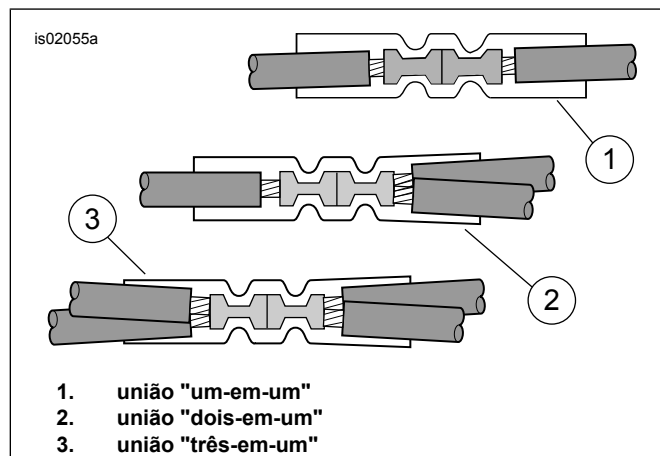

Figura 22. Configurações de emenda
3. Ver Figura 22 . A configuração da emenda “dois-em-um”. Retire do kit um conector de junção selada de cor **vermelho** (ver Figura 34 , item 4). Ligue o fio preto do transmissor do sistema de abertura de porta de garagem aos fios **pretos** do farol dianteiro. Descarne o chicote de fios do transmissor para facilitar a união.
- a. Ligue os fios às extremidades da cobertura selada do chicote de ligações elétricas conforme necessário. Se o chicote de ligações elétricas já tiver sido emendado anteriormente durante a instalação de qualquer acessório, corte as ligações existentes. **NÃO REMOVA** a cobertura selada do fio VERMELHO. Ver a Figura 22. para configurações de múltiplas ligações.
- b. Corte a cobertura do fio Preto, descarne-o, aperte-o e una-o ao fio PRETO do chicote **deste** kit, utilizando o fio preto adicional (10) do pacote de ferragens como extensão.
- Ver Figura 22 . A configuração da emenda “dois-em-um”. Retire do kit um conector de junção selada de cor **vermelho** (ver Figura 34 , item 4). Ligue o cabo do chicote de alimentação do sistema de abertura de porta de garagem aos fios cor de laranja/brancos do chicote principal do veículo, de acordo com as instruções constantes do apêndice do manual de serviço de oficina.